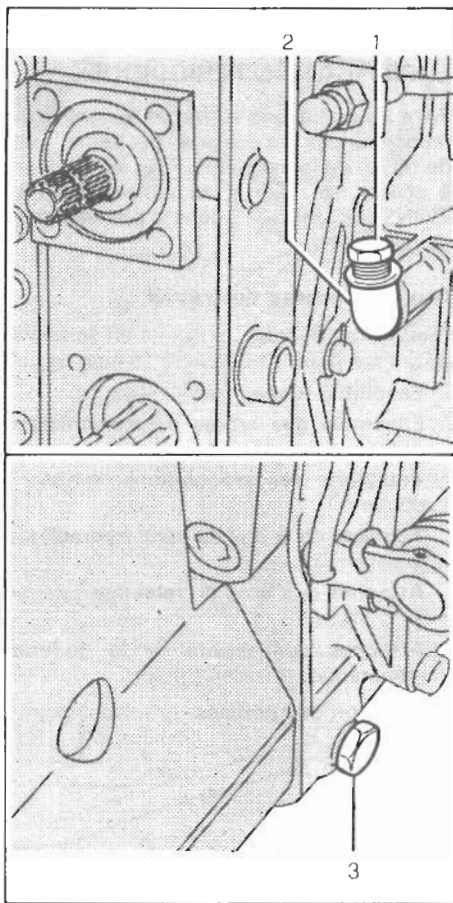

Fig. 16 - Bild 16
Scatola del ponte posteriore: controllare il livello dell'olio (vedere la fig. 16); allo scopo svitare il tappo (1). Il livello è regolare quando l'olio inizia a traboccare dal raccordo a gomito (2).
Rear axle housing: check oil level (see fig. 16); to do so, unscrew filler (1); oil level is correct when overflows from the elbow fitting (2).
Carter du pont arrière: contrôler le niveau de l'huile (voir fig. 16); dans ce but dévisser le bouchon (1). Le niveau est correct si l'huile déborde du raccord à coude (2).
Hinterachsbrücke: den Ölstand durch Abschrauben der Verschlusschraube (1) prüfen (siehe Bild 16). Der Ölstand stimmt, wenn das Öl beginnt aus der Winkelverschraubung (2) überzulauen.
Scatola del ponte posteriore: sostituire l'olio (vedere la fig. 16). Togliere il tappo di scarico (3) posto sul lato sinistro della scatola ed il tappo di rifornimento (1) per facilitare lo scarico; lasciare sgocciolare. Rifornire quindi con olio prescritto dopo aver rimesso il tappo inferiore, fino a quando l'olio inizia a traboccare dal raccordo a gomito (2).
Rear axle housing: change oil (see fig. 16). Remove the drain plug (3) located on the left hand side of the housing as well as refill (1) to make bleeding easier. Let oil drip out. Refill with the prescribed fresh oil after replacing the lower plug until the oil begins overflowing from the elbow fitting (2).
Carter du pont arrière: changer d'huile (voir fig. 16). Enlever le bouchon de vidange (3) situé sur le côté gauche du carter et le bouchon de remplissage (1) pour faciliter la vidange; laisser égoutter. Refaire le plein avec l'huile indiquée après avoir enlevé le bouchon inférieur. Le niveau est normal si l'huile déborde du raccord à coude (2).
Schaltgetriebe: das Öl wechseln (siehe Bild 16). Die Ablassschraube unter dem Schaltgetriebegehäuse (2), sowie den mit Messtab versehenen Verschlussdeckel (1) abnehmen, um den Ablass zu erleichtern. Die Kräftehebelarme ganz senken um den vollständigen Ölabblass aus dem Hydraulikzylinder zu ermöglichen; austropfen lassen. Nach Wiedermontage der unteren Verschlusschraube die Nachfüllung mit dem vorgeschriebenen Öl vornehmen. Den Motor über einige Sekunden hinaus anlassen um die Rohrleitungen des hydraulischen Systems vollständig zu füllen und den Ölstand wiederholt kontrollieren.
Hinterachsbrücke: das Öl wechseln (siehe Bild 16). Die Verschlusschraube (3) auf der linken Seite des Gehäuses entfernen, sowie den Einfülldeckel (1) abnehmen, um den Ablass zu erleichtern; abtropfen lassen. Nach Wiedermontage der unteren Verschlusschraube die Nachfüllung mit dem vorge-